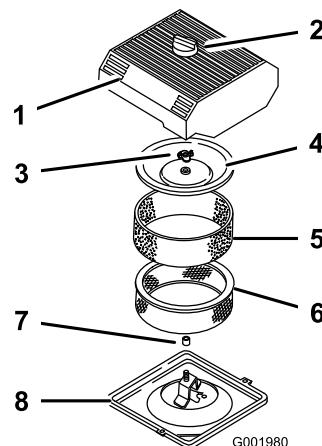

図 42
3. エアクリーナを外したときエンジン内部に異物が入らないよう、周辺をきれいに拭く(図 42)。
4. エア・クリーナのカバーのノブをゆるめてカバーを外す(図 42)。
- ペーパー・エレメントからスポンジ・エレメントを注意深く取り外す(図 42)。
- カバー・ナットを外し、カバーとペーパー・エレメントを外す(図 42)。
- ペーパー・エレメントにスポンジ・エレメントを注意深く取り付ける(図 42)。
- カバー・ナットを取り付けて指締めする(図 42)。
- エア・クリーナのカバーとノブを元通りに取り付ける(図 42)。